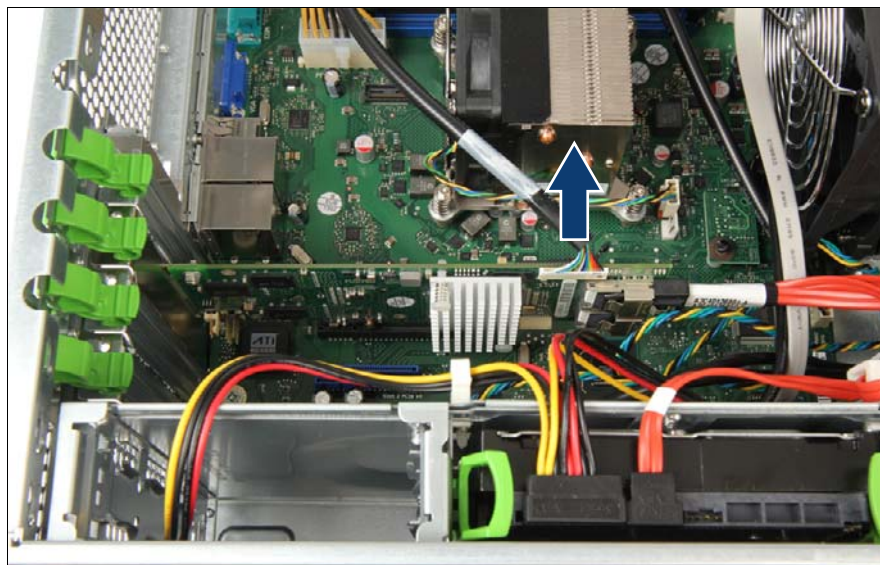

図 102: BBU ケーブルの取り外し
- ▶ FBU アダプタケーブルを取り外します（図 102 を参照）。